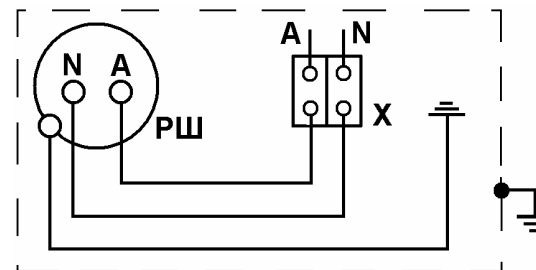

Рис. 4
7.4 Схема электрическая принципиальная приведена на рис. 4
- подключить провода электросети к зажимам клеммного блока (X, см. рис. 4), в соответствии с маркировкой (А– фазный провод, N – нейтральный провод);